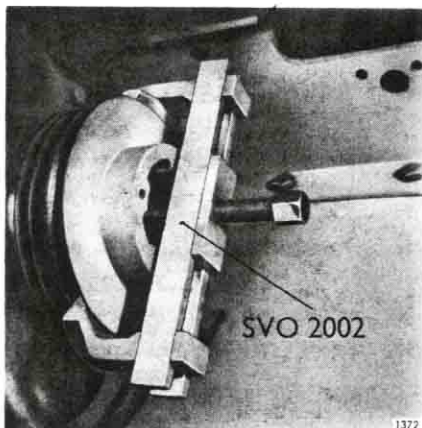

Fig 27. Demontering av vevaxelns remskiva.
2. Dra av remskivan med avdragare SVO 2002, se fig 27.
1. Ta bort remskivan. Använd hylsa 47 mm och avdragare SVO 2002, se fig 27.